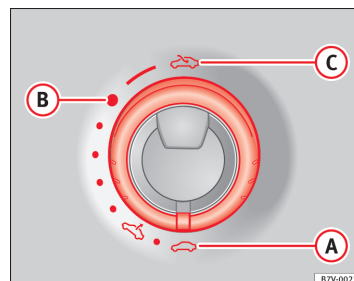

Fig. 57 Dans le ciel de pavillon : tournez la commande pour ouvrir et fermer.
⇒ fig. 57
- La commande ⇒ fig. 57 ① doit être en position « fermée » ②.